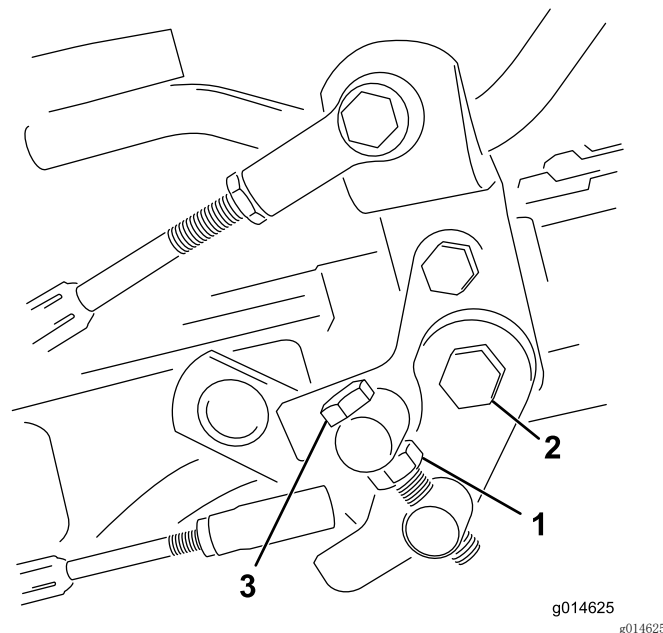

图51
1. 松开枢轴螺栓上的锁紧螺母（图51）。
4. 上紧枢轴螺栓上的锁紧螺母和踏板枢轴上的螺母，锁定调整（图51）。检查调整情况、并按需要调整。